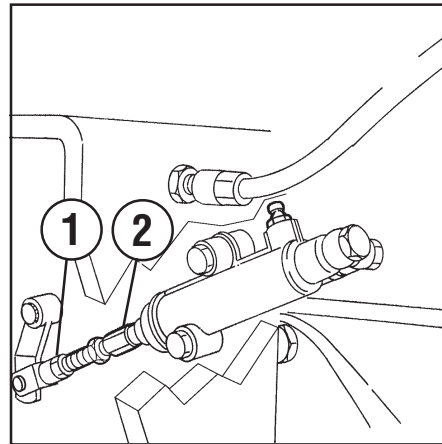

Fig. 45
- 1 - Løsn kontramøtrikken (1 Fig. 45).
- 2 - Justér spidsen (2 Fig. 45). Vær opmærksom på, at bevægelsen øges, såfremt spidsen tilspændes. Når spidsen derimod løsnes, reduceres bevægelsen.
- 3 - Fastspænd kontramøtrikken (1 Fig. 45) på ny.